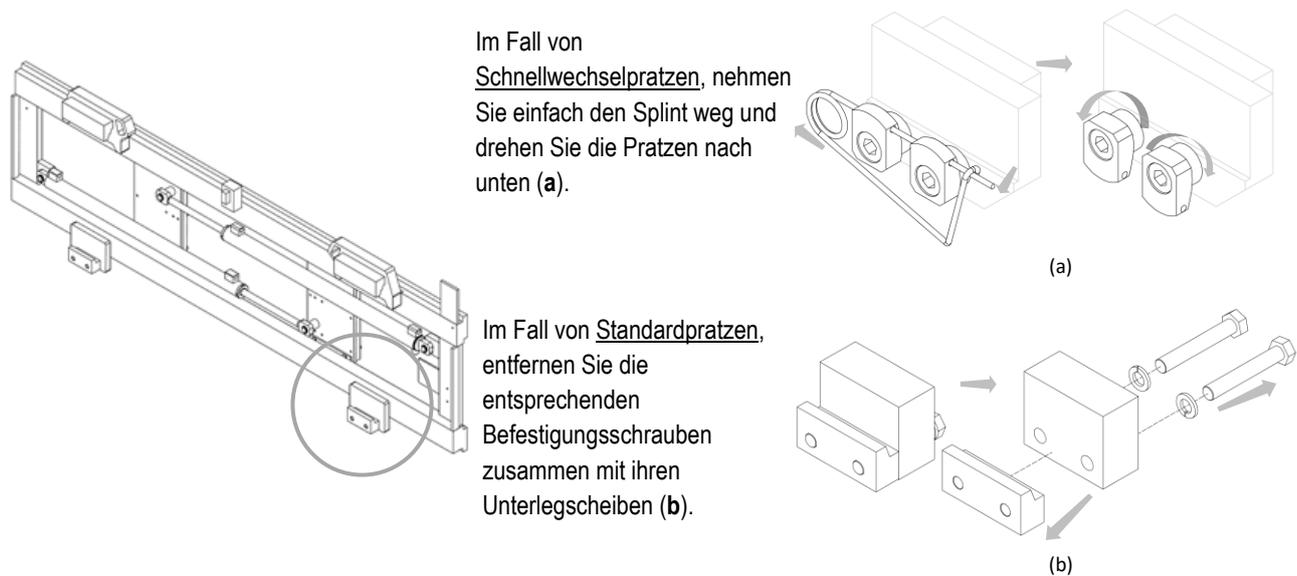

Abbildung 3
4. Entfernen Sie die unteren Haken vom Anbaugerät (siehe *Abbildung 3*).